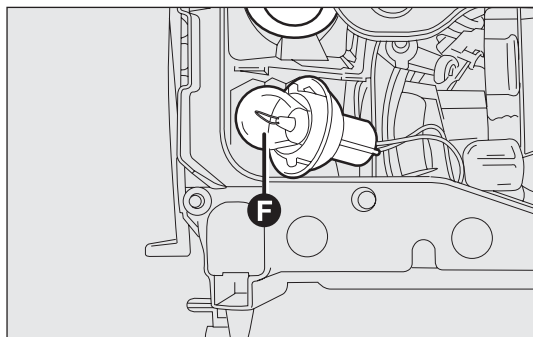

fig. 144
- asportare la lampada bruciata F-fig. 144 ed inserire la nuova lampada;